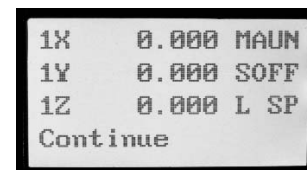

Figure 10-5
7. L'écran du contrôleur affiche alors une origine de travail zéro pour les trois axes. La figure 10-5 indique les paramètres sauvegardés à la position **MENU + 1**.